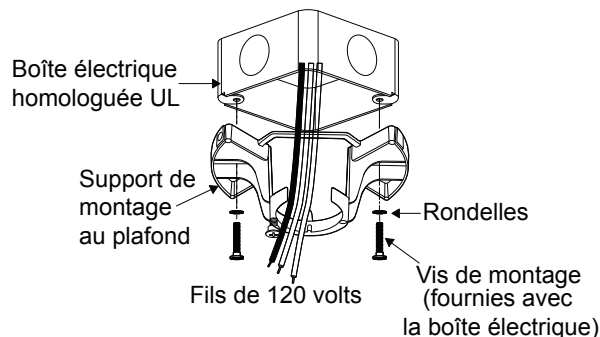

Fig. 6
Étape 3. Faites passer les fils d'alimentation de 120 volts par le centre du support de montage au plafond. (Fig. 6)
Étape 4. Fixez le support de montage au plafond sur la boîte de sortie de courant à l'aide des vis et rondelles fournies avec la boîte de courant. (Fig. 6)